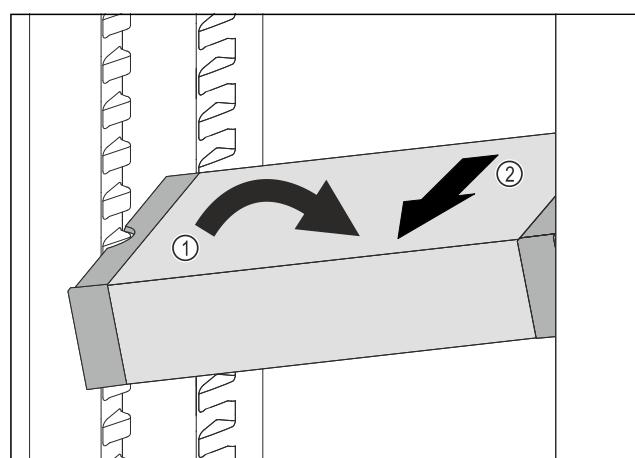

Fig. 64
- Poziționați oblic VarioSafe în frigider. Fig. 64 (1)
- Extrageți VarioSafe spre înainte. Fig. 64 (2)